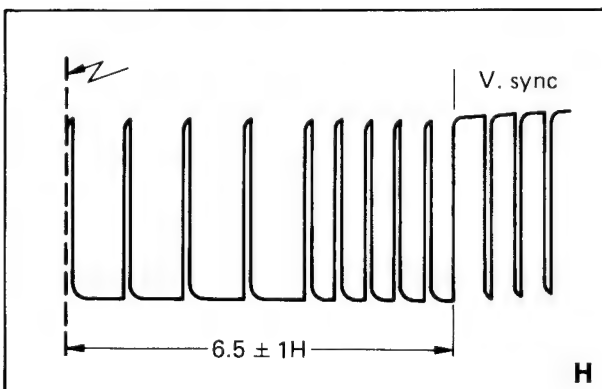

Bild 3-9
4. Trigger-Slope auf + und mit R 28 6,5 Zeilen wie unter 3. einstellen (Bild 3-9).
4. Trigger-Slope auf -, zwischen Triggerpunkt und Vert.-Synchronimpuls müssen 6,5 Zeilen liegen (Bild 3-9).